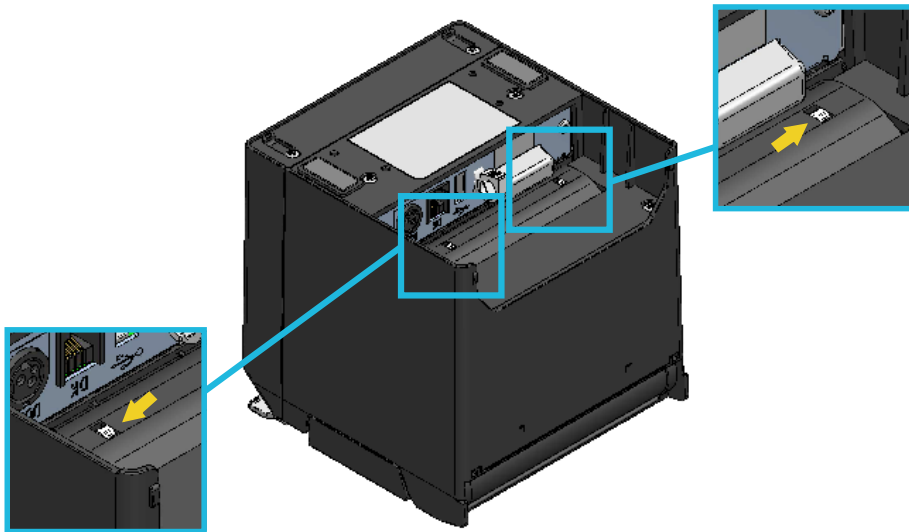

Figura 14-4 Comprobación de la instalación de la placa de partición
- (6) Dele la vuelta a la impresora y asegúrese de que la proyección de la placa de partición I y de la placa de partición D encajan debidamente en el orificio del soporte de papel (la flecha que se muestra en la Figura 14-4).